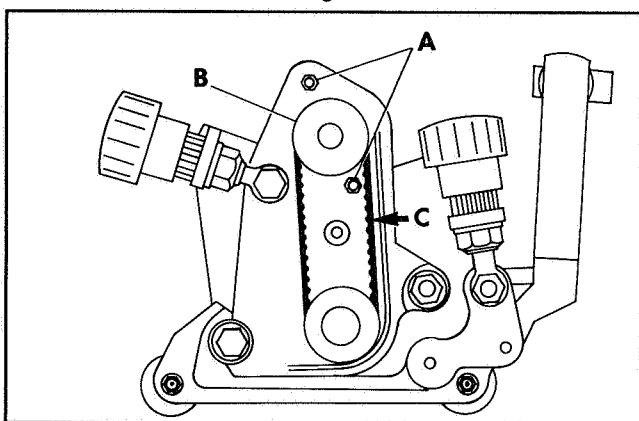

Fig.61
2. Loosen the nuts and bolts holding the hydraulic motor mounting sleeve and move down in slots to its lowest position. (A Fig.61)
3. Remove old belt by sliding over pulley lip. (B Fig.61)
5. Fit new belt over pulleys and by raising the mounting sleeve in the slots of the adjustment plate tension the belt so a deflection of 5mm (3/16in) is achieved with a force of 2 Kgs (5lbs) at position C Fig.5 and retighten mounting sleeve nuts and bolts. (A Fig.61)
2. Die Muttern und Schrauben zur Befestigung der Hydromotor-Anbauhülse lockern und in den Schlitten nach unten auf die unterste Lage stellen (A Fig. 61).
3. Den alten Riemen über die Riemenscheibenlippe abziehen (B Fig. 61).
5. Den neuen Riemen über die Riemenscheiben aufziehen und durch Anheben der Anbauhülse in den Schlitten der Justierplatte den Riemen so spannen, daß mit einer Last von 2 kg an Position C Fig. 5 eine Durchbiegung von 5 mm erzielt wird. Danach die Schrauben und Muttern der Anbauhülse (A Fig. 61) festziehen. Vor Inbetriebnahme des Geräts alle Abdeckungen einbauen.
2. Desserrer les écrous et boulons qui tiennent le manchon de fixation du moteur hydraulique puis l'amener sur la position la plus basse dans les lumières (A, Fig. 61).
3. Enlever la vieille courroie en la faisant glisser par-dessus la poulie (B, Fig. 61).
5. Mettre en place une courroie neuve en la faisant passer sur les poulies puis relever le manchon de fixation dans les lumières de la plaque de réglage. Tendre cette courroie jusqu'à ce que un poids de 2,2 kg appliqué au point C (Fig. 61) abaisse le brin de 5 mm. Resserrer les écrous et boulons du manchon de fixation (A, Fig. 61). Avant de refaire fonctionner la coupe, remettre tous les capots.